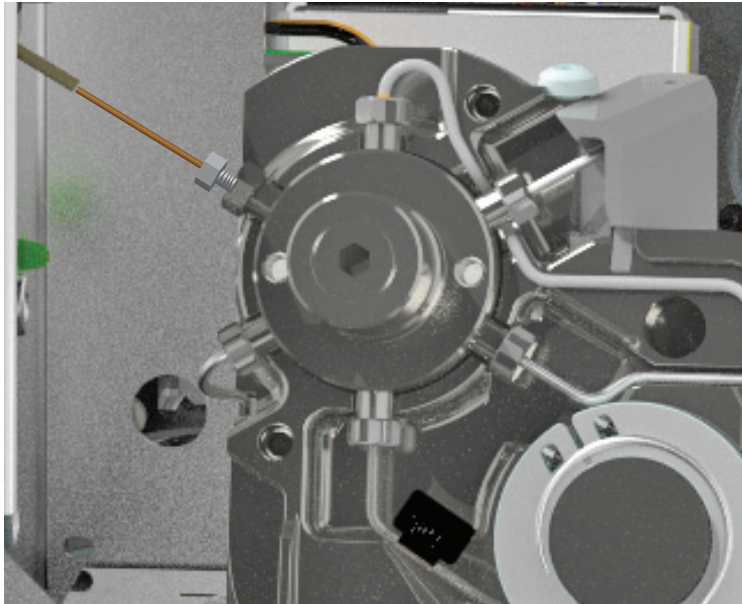

Abb.7. 3/16-Zoll-Internreduzierungsstück mit abgenommener Ventilabdeckung.
- 7 Lösen Sie die 3/16-Zoll-Mutter im Internreduzierungsstück (**Abbildung 7**). (Stabilisieren Sie die Ventilarmatur mit einem 1/4-Zoll-Gabelschlüssel.)